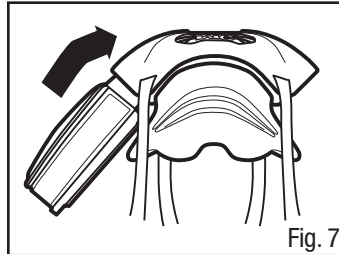

Fig. 7
3. Si el cartucho no hace "clic" en su lugar cuando se inserta, puede deberse al ángulo de inserción. Levante ligeramente el cartucho hasta que el encaje en su lugar (Fig. 7).